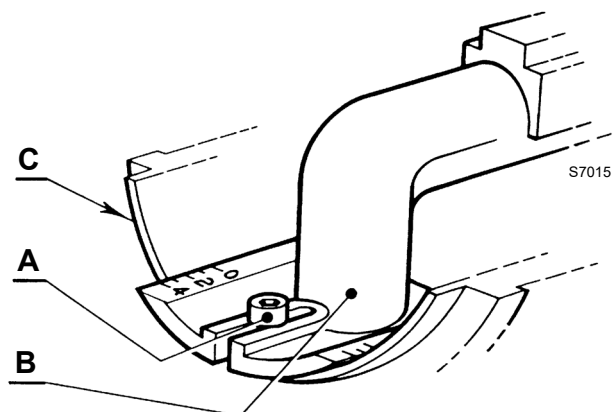

Fig. 15
- desserrer la vis A)(Fig. 15), déplacer le coude B) afin que le plan arrière du manchon C) coïncide avec l'encoche souhaitée;